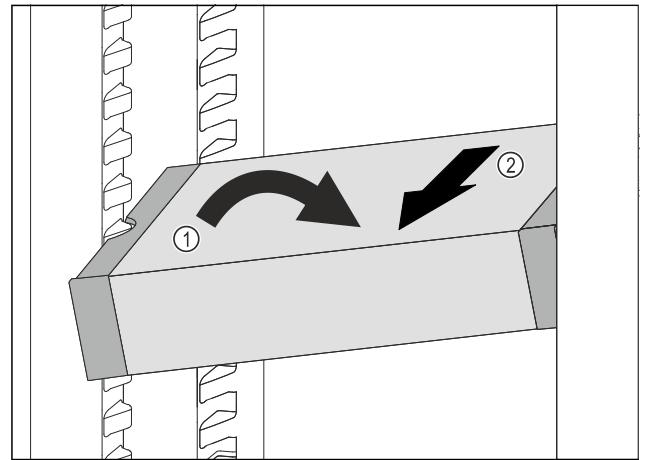

Fig. 106
- VarioSafe çekmecesini soğutma bölümünde eğik duruma getirin. *Fig. 106 (1)*
- VarioSafe çekmecesini öne doğru çekerek çıkarın. *Fig. 106 (2)*